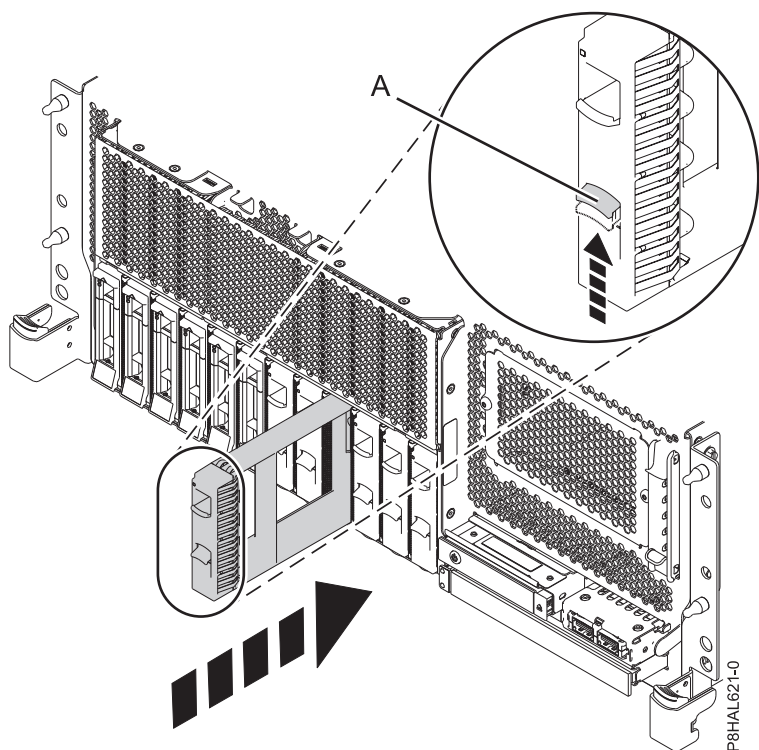

Figura 137. Instalación de un panel de relleno de unidad en un sistema de función base montado en bastidor
3. Alinee el panel de relleno de la unidad de disco con la ranura de la unidad y empuje el panel de relleno de la unidad de disco en el sistema (**A**) hasta que encaje en su sitio, como se muestra en la Figura 137, Figura 138 en la página 153, la Figura 139 en la página 154 y la Figura 140 en la página 155.